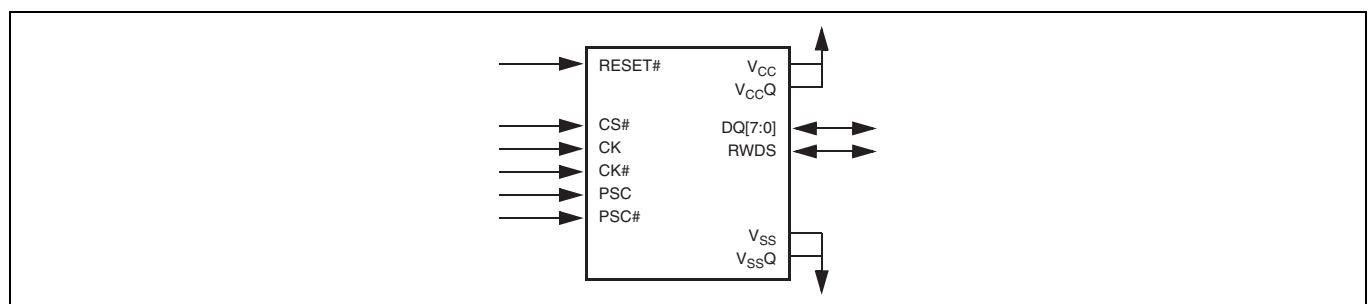

Figure 42 DCARS を備えた xSPI 製品の信号図
65. この図は Figure 42 のデータ転送部分の拡大図であり、クロックジッタおよびクロックから出力までの遅延の不確実性によって影響を受けるデータ有効期間をより明確に表しています。